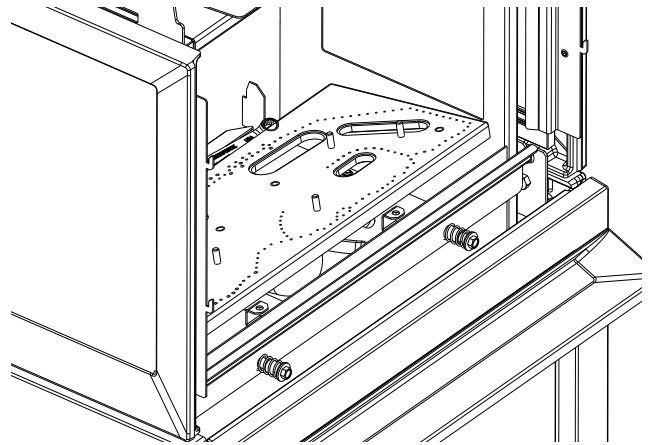

Figure 7.2. Retirer le brûleur.
5. **Retirez le brûleur :** Soulevez l'avant de la base du brûleur pour la dégager des supports et tirez-la vers l'avant hors de l'injecteur du brûleur. Ensuite, inclinez-le d'un côté à l'autre et sortez-le par l'ouverture de la boîte à feu. Figure 7.2.